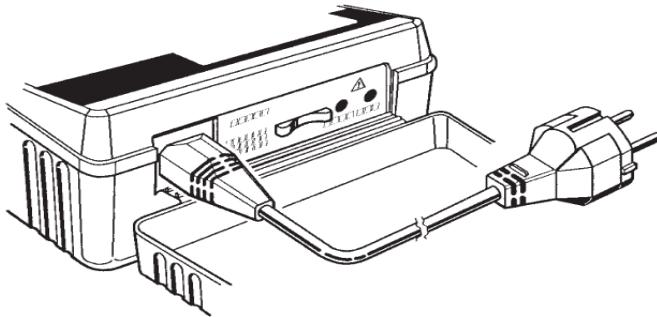
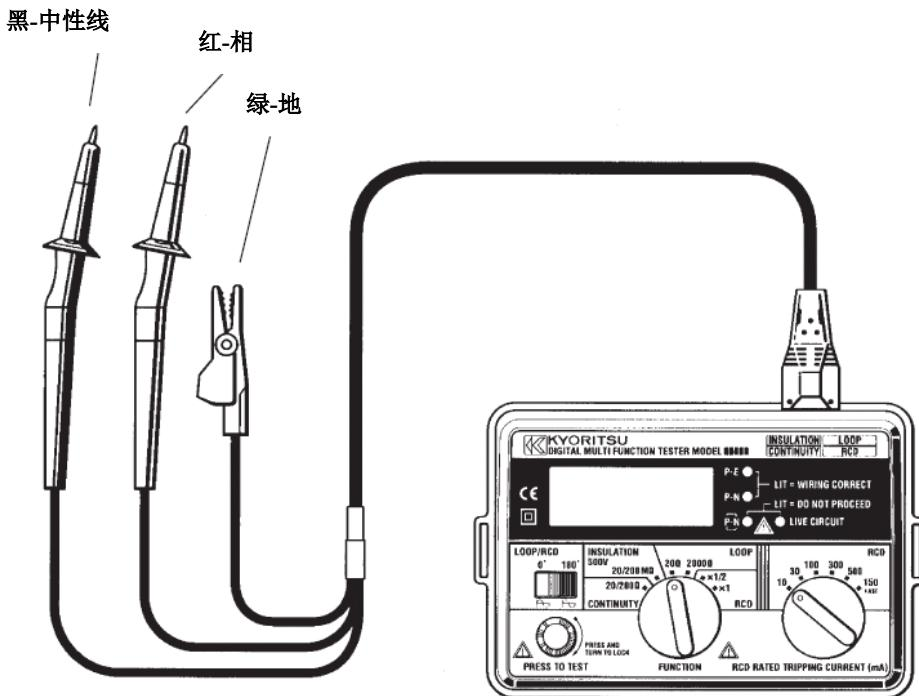

Fig 9
Fig 10
3. 若在插座上测试, 将 M-6010A 接上插头线后将插头插入被测插座中。(参见图 9)
7. 若测试照明或其它回路, 将 M-6010A 连接 OMA DIEC 测试线(三线), 红色(相)线连接被测回路的相, 黑色线连接被测回路的中性线, 接地线连接被测回路的地。(参见图 10)
5. 仪器与被测 RCD 连接，可使用合适的插座（图 9）或 OMA DIEC 测试线（图 10）。